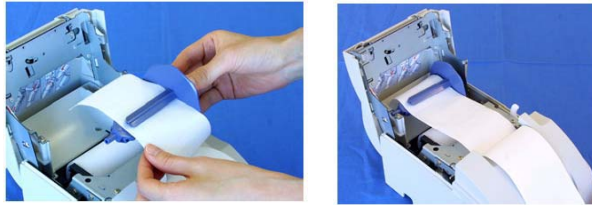

Ilustración 2-10 – Bobinado de Cinta Testigo (Diario).
7. Inserte el extremo del papel (diario) en el recogedor de papel y coloque el recogedor de papel en la impresora. Compruebe que el papel esté alineado al lateral derecho del recogedor, como se muestra en la ilustración 2-10.